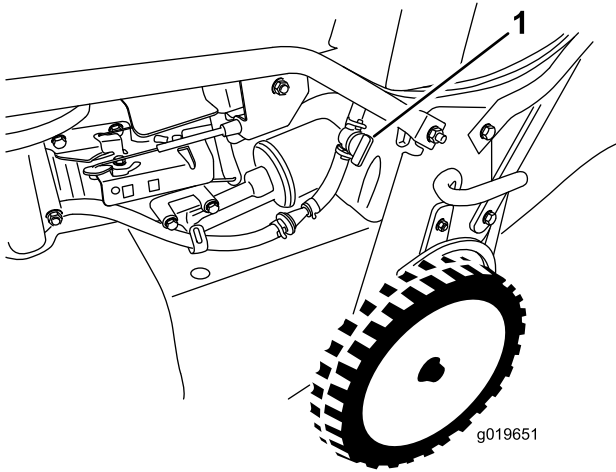

Bild 17
2. Öffnen Sie den Kraftstoffhahn (Bild 17).